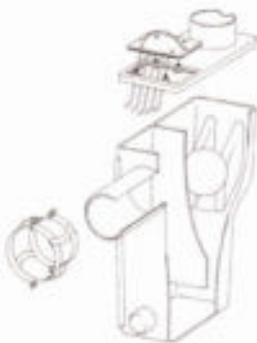

Abb. 124
Multisiphon; Abb. 124, Bezugsquelle (20).